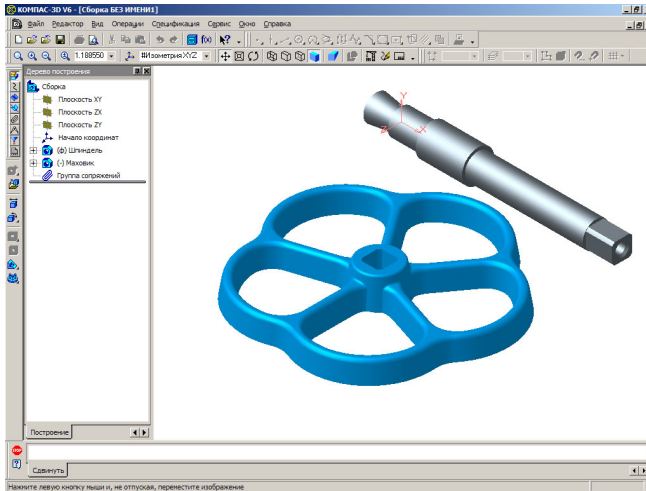

Рисунок 9.18 - Вікно зборки з базовою деталлю "Шпиндель" і введеною деталлю "Маховик"
- клацніть у вікні "Сборка" по довільному місцю для розташування в ньому введеної деталі – "Маховика" (рис. 9.18).